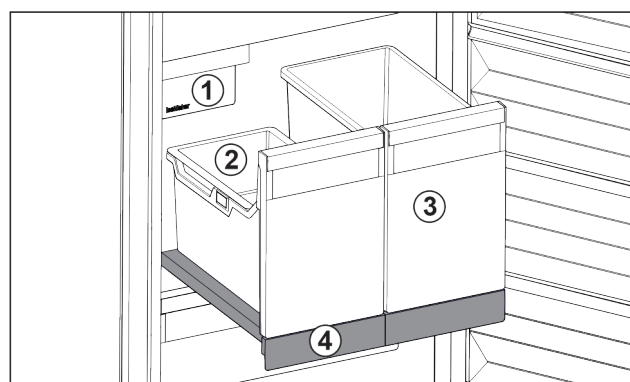

Fig. 99 Auszugsbord mit IceTower
Auf dem Auszugsbord sind zwei hohe Behälter (IceTower). Im Behälter Fig. 99 (2) werden Eiskwürfel aus dem IceMaker gesammelt und gelagert. Behälter Fig. 99 (3) eignet sich für die Lagerung von hohen Lebensmitteln wie Pizzen oder alkoholischen Getränken.